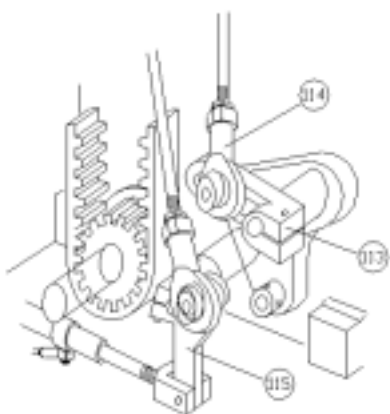

FIG. 44
Le mouvement des pieds doit être coordonné et doit être se concentré en ce qui concerne le chien de l'alimentation au moyen du levier du transport fourchette-façonné (110) et en variant la place du joint (110) dans la fente du pied de la pression levier du mouvement (113). La vis pour ajuster la place du joint (114) est accessible du trou dans le côté droit du banc. FIG. 44.
- Tournez la main roue pour apporter le levier de la correction du point (120) dans la place d'intervention maximale, avec la portée en contact avec le bloc du registre de la correction (121), et défait les deux vis du renversement conduisent le levier (115). FIG. 44.
- Déplacer le support de la correction (125) vers l'arbre principal inférieur (95) produit le plus long point corrigé court dans le ((B)) séquence et le le plus court dans le ((T)) séquence.
- Après avoir fait la correction nécessaire serrez les deux vis du renversement conduisent le levier (155). FIG. 44. Le dernier ajustement être fait est la longueur minimum du point corrigé court.
- Tournez la main roue pour apporter le levier de la correction du point (120) dans la place la plus avancée de la portée contre le bloc du registre de la correction (121).
- Défaites la fermant à clé noix de la vis de l'ajustement (123) et les deux serrant vis du levier de la correction du point (120).
- Tourner la vis de l'ajustement (123) dans un comme les aiguilles d'une montre la direction raccourcit le point corrigé